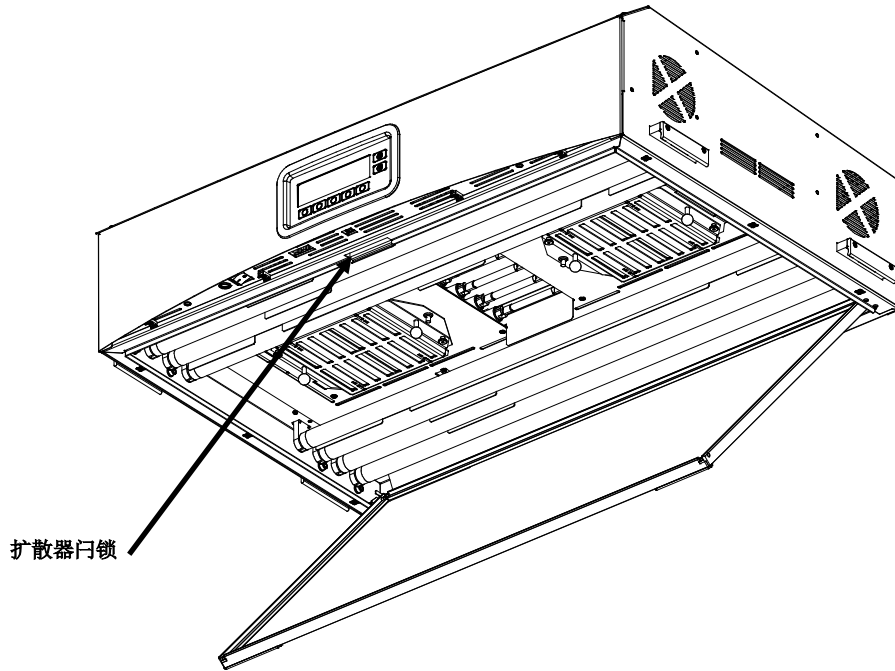

图 10. 灯箱扩散器安装展示
7. 转动扩散器前面部分至闭合位置，与闩锁一同固定在适当的位置。请参见 图 10。